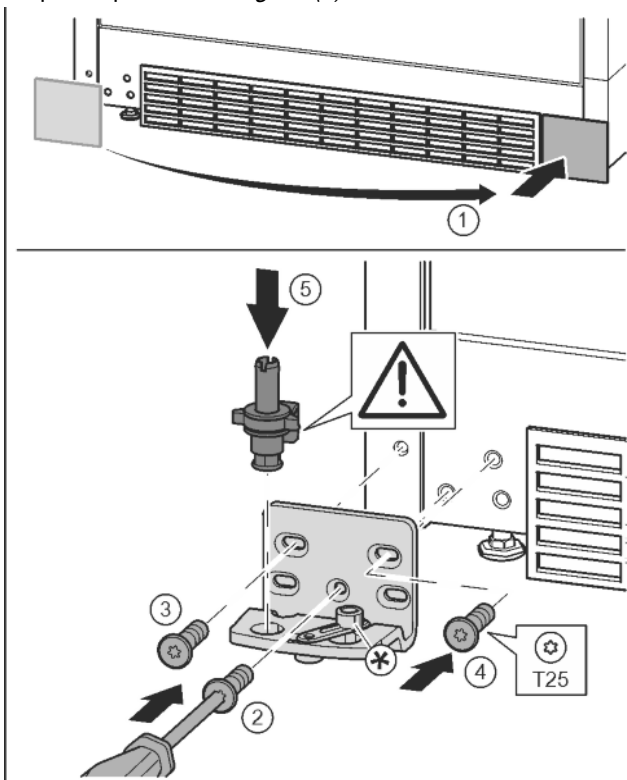

Fig. 15
- ▶ Зніміть кришку та встановіть її з іншого боку. Fig. 15 (1)
- ▶ Встановіть опорний кронштейн з іншого боку і закріпіть гвинтами за допомогою викрутки T25. Почніть із гвинта 2 знизу посередині. Fig. 15 (2)
- ▶ Закрутіть гвинти 3 та 4. Fig. 15 (3, 4)
- ▶ Вставте цілком опорний гвинт. При цьому виступ фіксатора повинен бути спрямований назад. Fig. 15 (5)